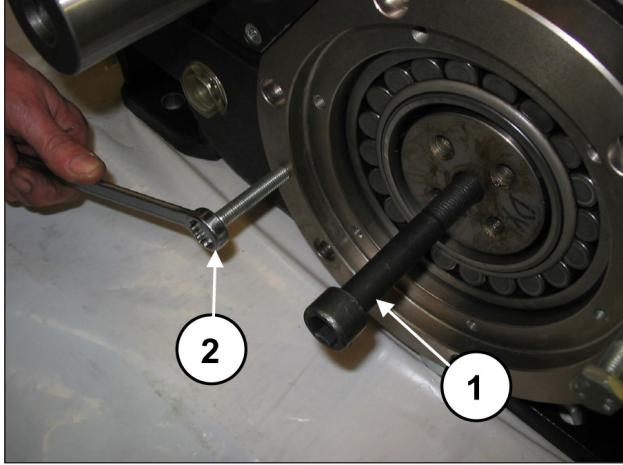
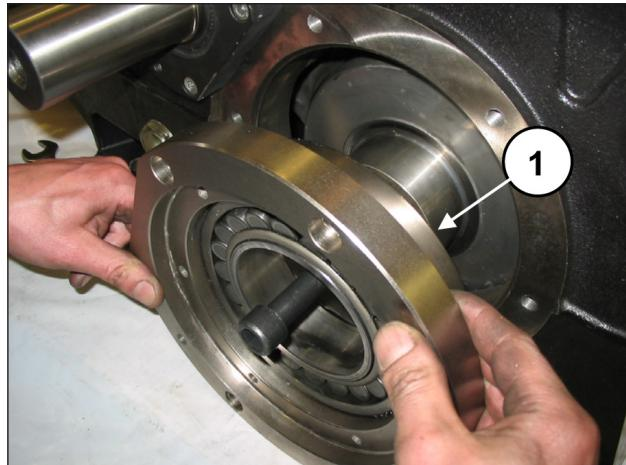

Fig. 23
Fig. 24
Poser un axe fileté M16 sur une extrémité du vilebrequin (rep. ①, Fig. 23), soulever ce dernier et extraire le couvercle du support de coussinet avec le joint torique (rep. ②, Fig. 24). Pour faciliter le démontage, utiliser 2 goujons ou vis M10 (rep. ②, Fig. 23) faisant office d'extracteurs.